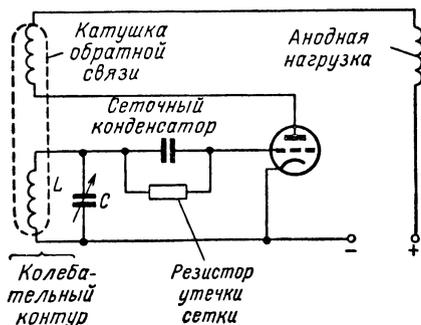

Рис. VI.146. Основная схема генератора с настроенным анодом и сеткой. Частота колебаний определяется величинами  $L$  и  $C$ .
**Генератор с настроенным анодом и сеткой.** В схеме с положительной обратной связью (рис. VI.146) незатухающие колебания получаются с помощью электронной лампы. Через катушку обратной связи энергия снова подается в цепь сетки, и в  $LC$ -контуре возникают колебания. Этот  $LC$ -контур называют колебательным контуром.